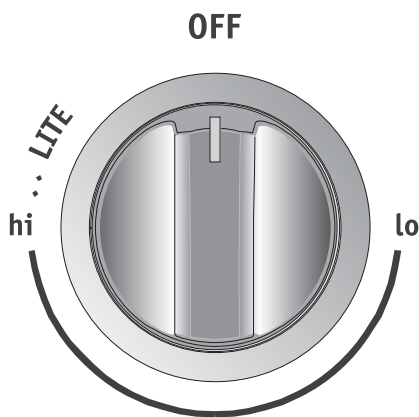

Figure 8 : Bouton à la position « LITE » (allumage)
3. Relâchez le bouton et tournez-le à la position **LITE** (allumage) (Figure 8). Remarque : Une étincelle est émise en même temps aux quatre allumeurs électroniques. Cependant, seul le brûleur mis en marche s'allume.